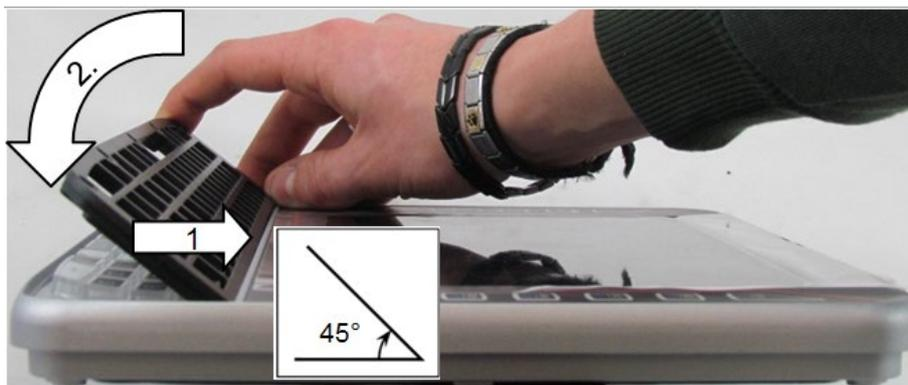

Abbildung 16-5: Integrierte Tastatur - Tastatur-Gitter anbringen
3. Tastatur-Gitter im 45° Winkel auflegen, siehe Abbildung 16-5.